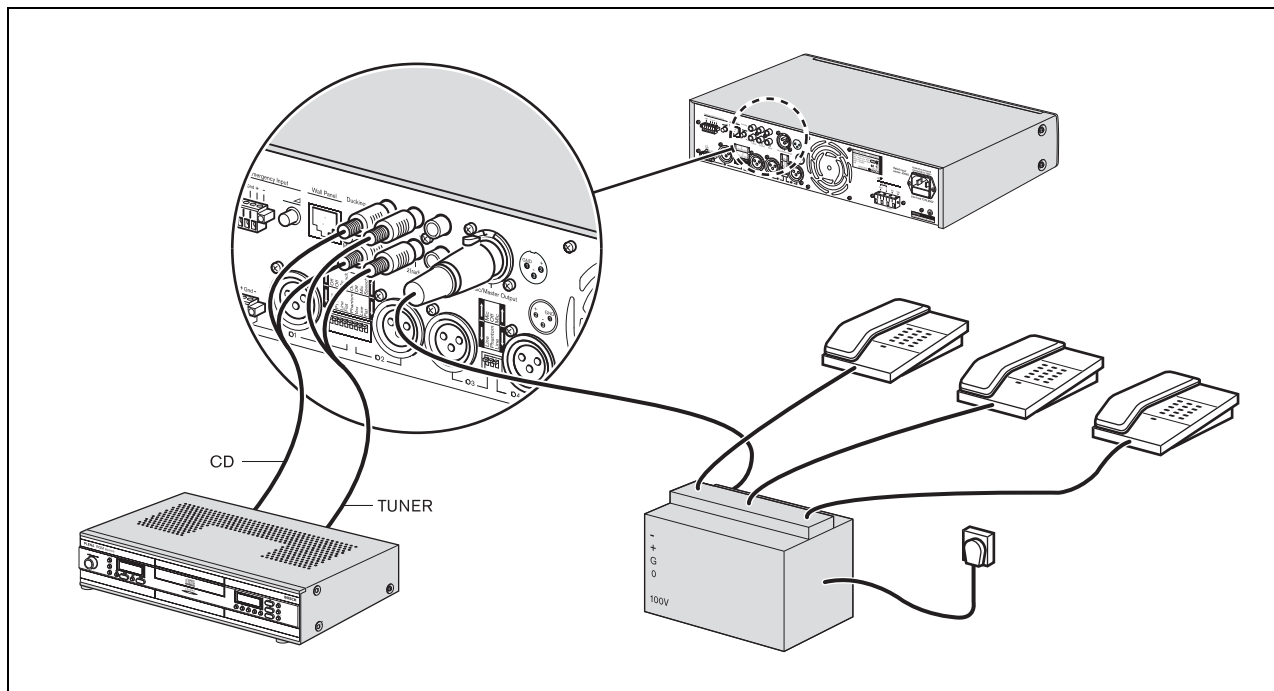

Abbildung 4.8: Anschluss der Musikquelleneingänge
Verwenden Sie die Musik-Ausgangsverbindung (8), um eine fest zugeordnete Musikausgangsquelle für ein anderes Audiogerät zu haben. Der Musik-Master-Ausgang kann beispielsweise mit einem Telefonkoppler verbunden werden, so dass Anrufer Musik hören, wenn sie sich in der Warteschleife befinden (siehe Abbildung 4.8).